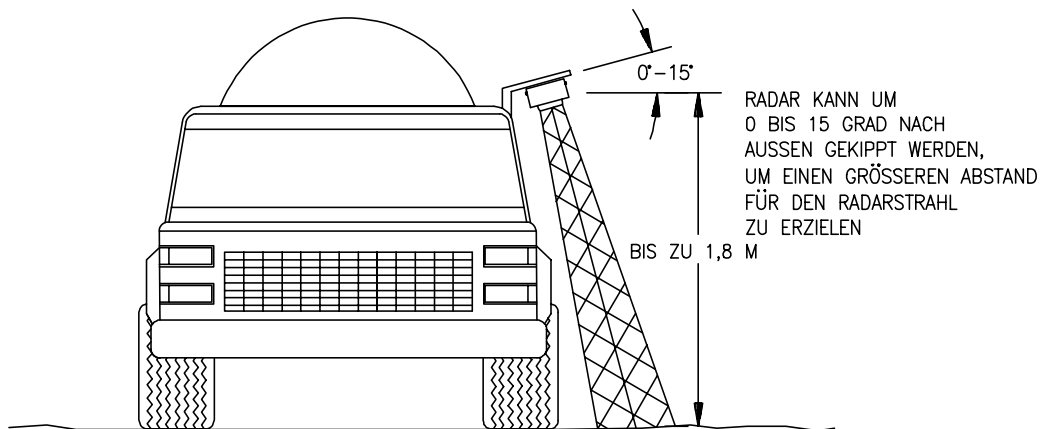

ABBILDUNG 2
- b) Die Radarlinse muß auf der gesamten Länge parallel zum Boden sein. Das Radargerät kann um 0 bis 15 Grad nach außen gekippt werden, um einen größeren Abstand zu erzielen und Hindernisse zu umgehen. Siehe Abbildung 2.